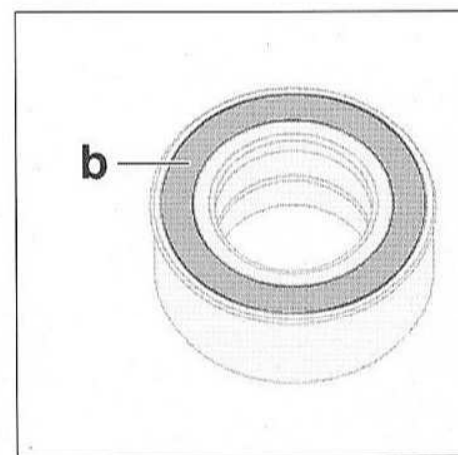

FIG.30
- Poser le roulement neuf sur le pivot en veillant à orienter sa face magnétique (b) côté transmission (Fig.30).